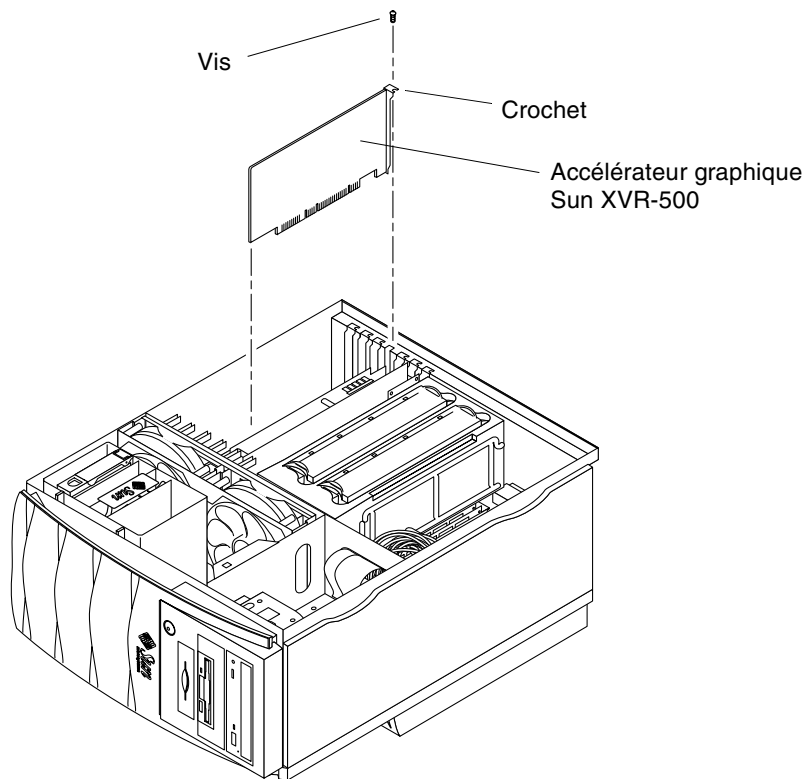

FIGURE 2-3 Installation de l'accélérateur graphique Sun XVR-500 sur un système Sun Blade 1000 ou 2000
3. Placez l'accélérateur graphique Sun XVR-500 dans le châssis (FIGURE 2-3).